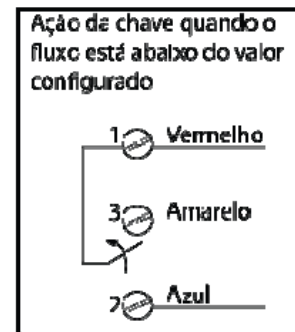

Figura 1 – Ação da chave
- O micro interruptor da chave de fluxo é do tipo SPDT e se comporta conforme indicado na Figura 1. Os terminais do micro interruptor são pintados nas cores vermelho, amarelo e azul. O Vermelho é o comum, o Azul é o terminal acionado com o aumento do fluxo e o Amarelo é o terminal acionado com a diminuição do fluxo.